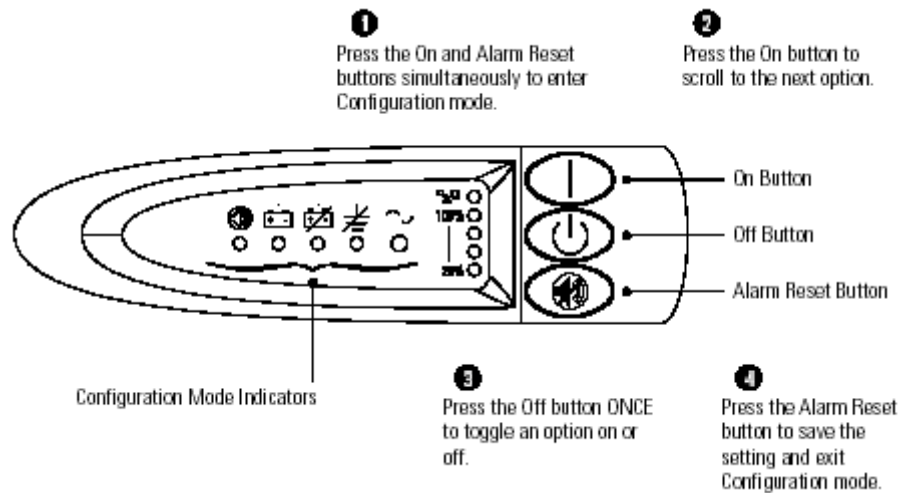

Рисунок 20. Использование режима изменения конфигурации
Когда ИБП находится в режиме изменения конфигурации, индикаторы передней панели отображают возможности конфигурирования. С помощью управляющих кнопок (Вкл., Выкл.  и ) можно изменять параметры. На рис. 20 показаны соответствующие индикаторы, в таблице 1 описаны соответствующие возможности.
2. Нажимайте кнопку Вкл., чтобы переходить от параметра к параметру. После каждого нажатия, ИБП подает звуковой сигнал. Индикатор выбранного параметра показывает его состояние; мигание индикатора говорит о том, что параметр отключен (см. рис. 20 и таблицу 1).